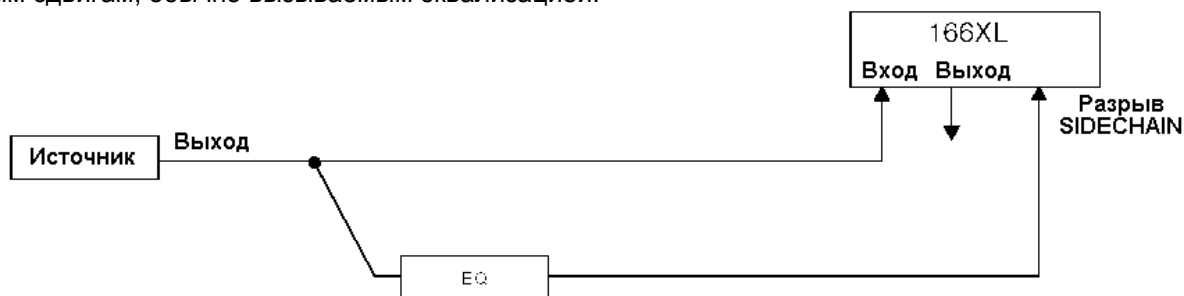

Рисунок 3: Частотно-зависимая компрессия
Например, чтобы настроить 166XL для осуществления частотно-зависимого гейтирования или компрессии, необходимо подключить ко входу эквалайзера тот же сигнал, что и ко входу 166XL, затем подключить выход эквалайзера к разъему SIDECHAIN INSERT (Рисунок 3). Подача сигнала одновременно на вход 166XL и эквалайзер может быть осуществлена несколькими способами: (1) при помощи разрывного кабеля, подключенного к разрыву SIDECHAIN INSERT. Посыл направляется на вход эквалайзера. Возврат - выход эквалайзера; (2) При помощи Y-кабеля можно направить звуковой сигнал одновременно на вход 166XL и вход эквалайзера; (3) Направьте сигнал на один из входных разъемов 166XL, а другой параллельный вход используйте для подключения эквалайзера (например, если входной сигнал поступает через XLR-разъем, используйте 1/4-дюймовый джековый разъем для подключения эквалайзера); (4) если источник сигнала может внутренне разделять собственный выходной сигнал (например, ряд синтезаторов может посылать один и тот же сигнал на два выхода), подключите кабель к каждому выходу, а противоположные концы кабеля - к входам 166XL и эквалайзера.